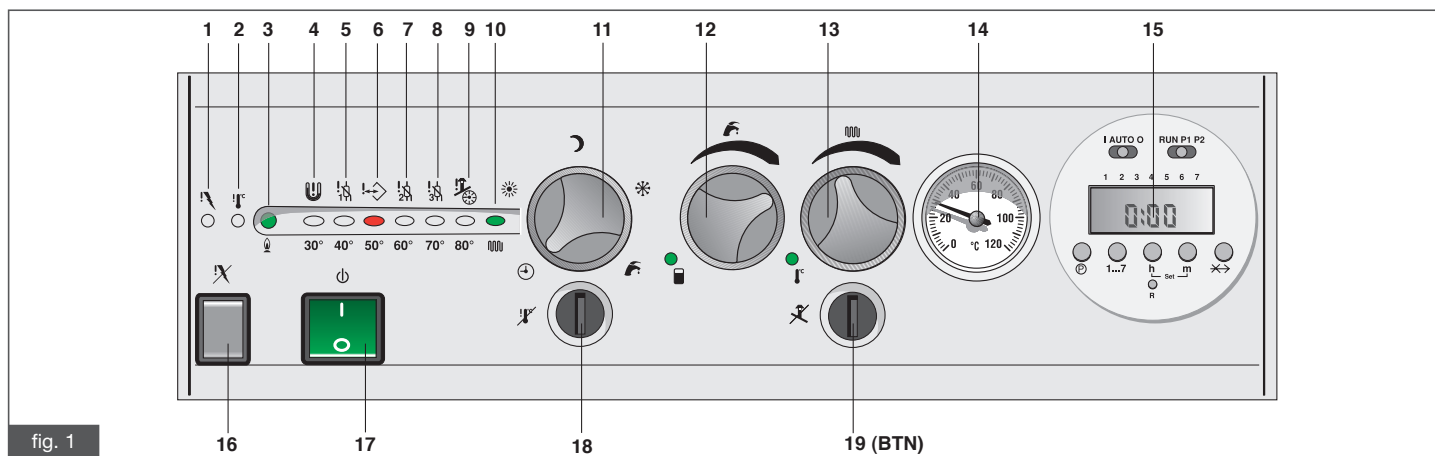

fig. 1
- portare il pulsante di accensione del gruppo termico **17** (fig. 1) in posizione **ON** (l'interruttore è illuminato);
- quando l'impianto di riscaldamento richiede calore si accende la lampada **10** di richiesta riscaldamento (fig. 1).
Nonostante questo il gruppo termico potrà andare in blocco una o due volte. Ripristinare quindi il funzionamento della stessa agendo sul pulsante **16 (fig. 1).**